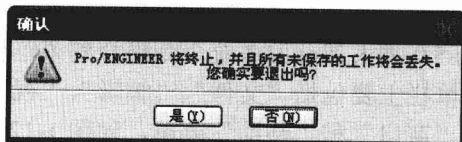

图 1-10 提示信息框
**步骤②** 单击鼠标左键, 将弹出提示信息框, 如图 1-10 所示。